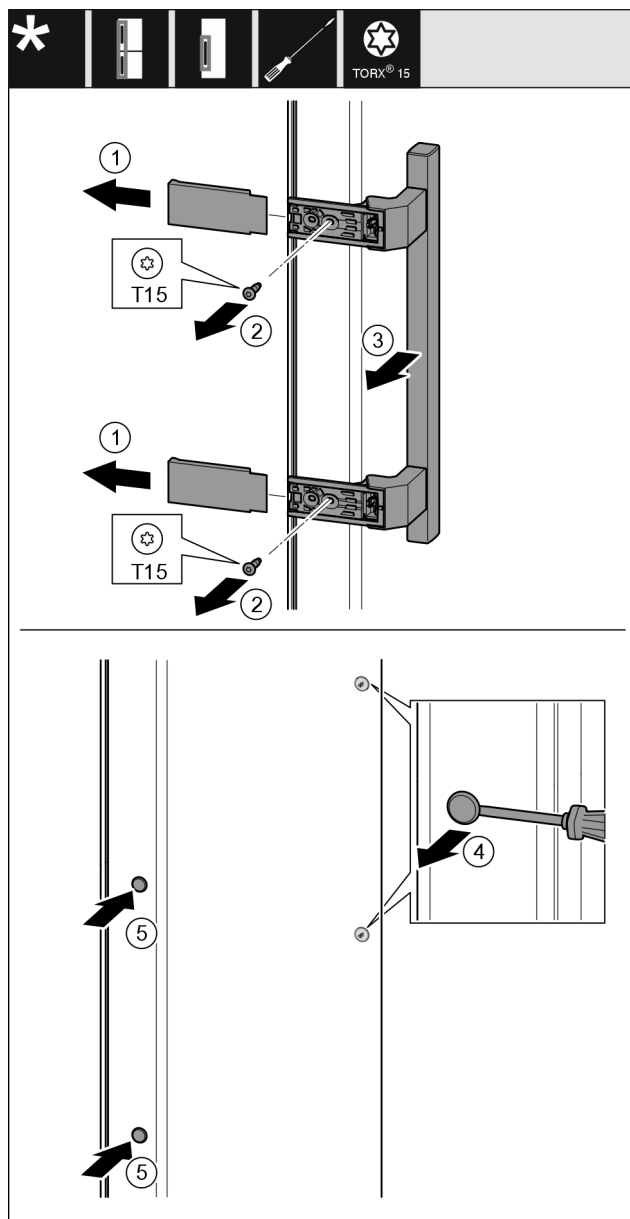

Fig. 40
- ▶ Træk afdækningen *Fig. 40 (1)* af.
- ▶ Skru skruerne *Fig. 40 (2)* ud med en skruetrækker.
- ▶ Tag grebet *Fig. 40 (3)* af.
- ▶ Løft forsigtigt sideproppen *Fig. 40 (4)* af med en kærveskruetrækker, og træk den ud.
- ▶ Indsæt atter proppen *Fig. 40 (5)* på den anden side.